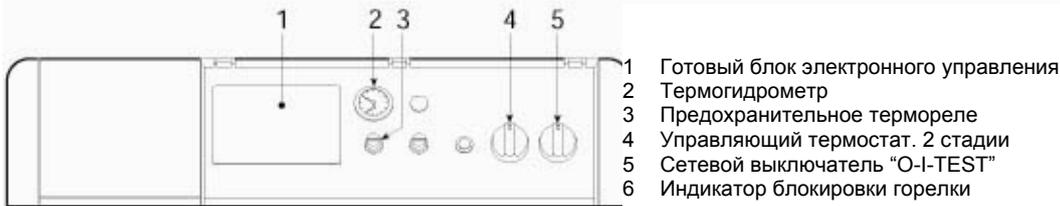

Рис. 1
При кратком нерабочем периоде просто поверните выключатель **5** (Рис.1) на панели управления в положение "0". При длительном нерабочем периоде наряду с этим должен быть закрыт вентиль (кран) подачи топлива. При длительном нерабочем периоде в зимний период, во избежание замерзания системы, добавьте в систему специальный антифриз или полностью осушите систему.
a – Блокировка горелки, сигнализируемая соответствующей лампочкой **6** (Рис.1). Смотрите инструкция к горелке.
- 2 Установите термостат 4 (Рис. 1) на требуемую величину.
- 3 Включите выключатель выше котла и выключатель 5 панели управления (Рис. 1)
При непродолжительных периодах бездействия просто выключите выключатель 5 на панели управления (Рис. 1). При длительных периодах бездействия, наряду с выключением 5, нужно также закрыть запорное устройство топлива.